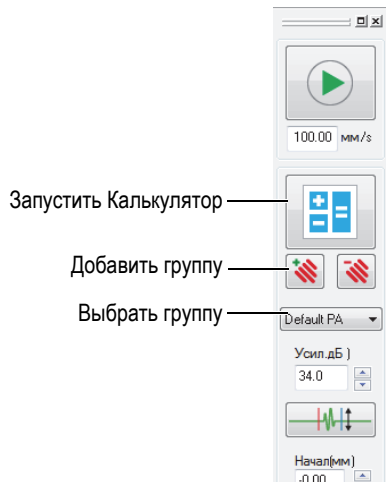

Рис. 4-3 Добавление или выбор группы
1. На панели мониторинга щелкните , чтобы добавить группу (Рис. 4-3 на стр. 106).
3. На панели мониторинга (Рис. 4-3 на стр. 106) выполните следующее: